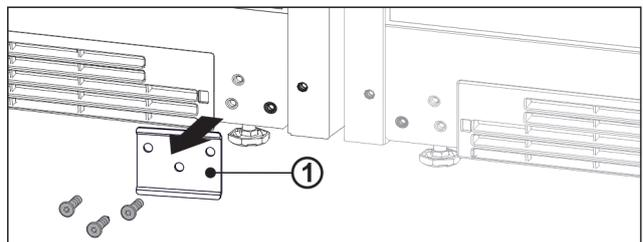

Fig. 14
- ▶ 如果安装了金属片 Fig. 14 (1), 则拧下金属片。